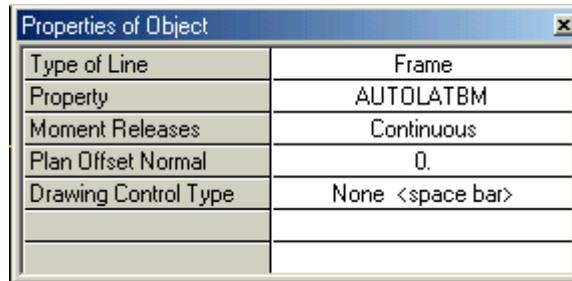

Figura 13- Caja Properties of Object
A. Hacer click en el botón **Create Lines in Region** o en el botón  en el comando **Draw menu > Draw Line Objects > Create Lines in Regions or at Clicks**. La caja Properties of Object para objetos línea aparecerá como en la Figura 13.